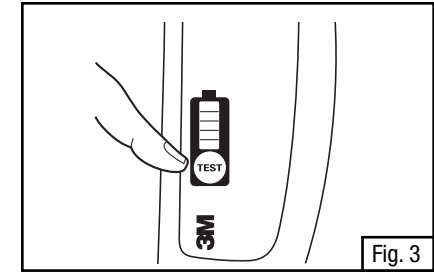

Fig. 3
- Libere la batería de la celda de carga - presione la lengüeta azul en la batería y levántela. TR-340 puede permanecer conectado a TR-944N si así lo desea. Para liberar la celda de carga de la base, presione la lengüeta ovalada de liberación en la base, deslice la celda hacia adelante y sáquela. Asegúrese de no pinchar con los dedos conforme desliza hacia delante la celda. El estado de carga de la batería se indica al presionar el botón indicador en la parte superior de la batería (Fig. 3). El número de barras iluminadas indica la capacidad de carga de la batería (menos de 20% a 100%). Remítase a las *Instrucciones* de la batería y el cargador para obtener mayor información sobre la carga, el estado de carga y la vida útil de las baterías.